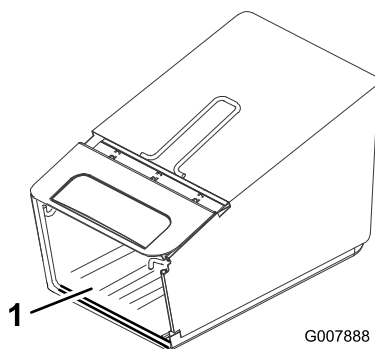

Bild 7
2. Achten Sie darauf, dass sich die Seiten der Grasfangkorbunterseite **innen** am Korbrahmen befinden, siehe (Bild 7).